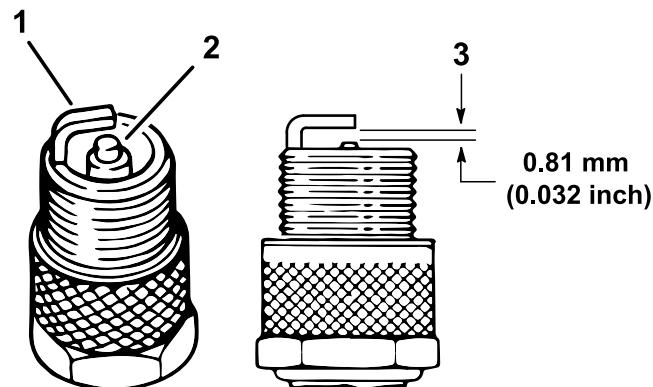

Figura 37
4. Compruebe el estado del electrodo lateral, el electrodo central y el aislamiento del electrodo central para verificar que no están dañados (Figura 37).
- 5. Ajuste la distancia entre los electrodos central y lateral a 0.81 mm (0.032"), como se muestra en la Figura 37.